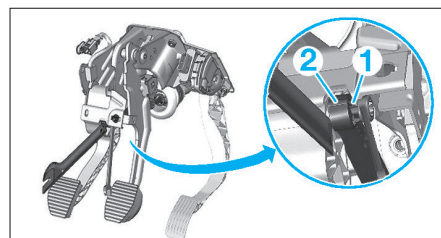

FIG. 7
- pincer les ergots du clip (1) à l'aide d'une clé à Sil de 10 mm (Fig.7),
- écarter la tige (2) du pédalier à l'aide d'une palette plastique.